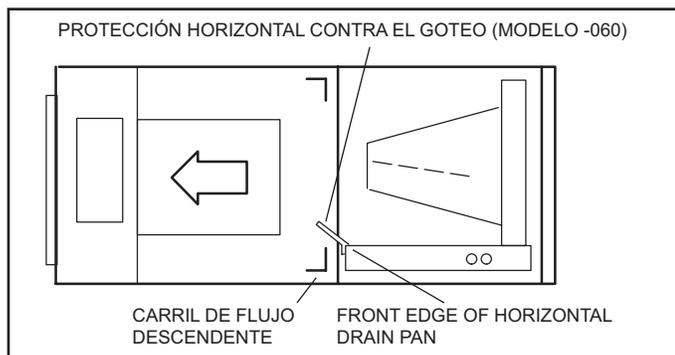

IMAGEN 5. Configuración de descarga por el lado izquierdo
- 10 - Instale la protección horizontal (modelo -060) en el borde frontal de la bandeja de drenaje horizontal, tal como se ilustra en la Imagen 5 de la página 6.